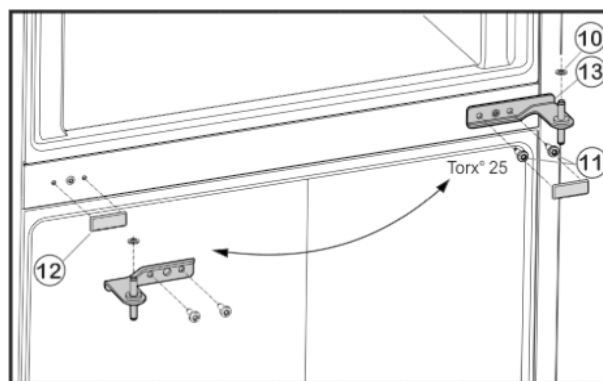

Fig. 5
- ▶ Bevestigingsbouten Fig. 5 (11) losschroeven (2 maal Torx® 25) en het middelste scharnierblok uit de onderste deur trekken.
- ▶ Kunststof ring Fig. 5 (10) verwijderen.
- ▶ Afdekking Fig. 5 (12) voorzichtig wegtrekken.
- ▶ Afdekking Fig. 5 (12) terugplaatsen op de andere zijde.
- ▶ Middelste scharnierblok Fig. 5 (13) 180° gedraaid in de onderste deur plaatsen en met bevestigingsbouten Fig. 5 (11)(2 maal Torx® 25) op de nieuwe scharnierkant **stevig (met 4 Nm)** aandraaien.
- ▶ Kunststof ring Fig. 5 (10) weer aanbrengen.
- ▶ Bovenste deur op het middelste scharnierblok Fig. 5 (13) plaatsen.